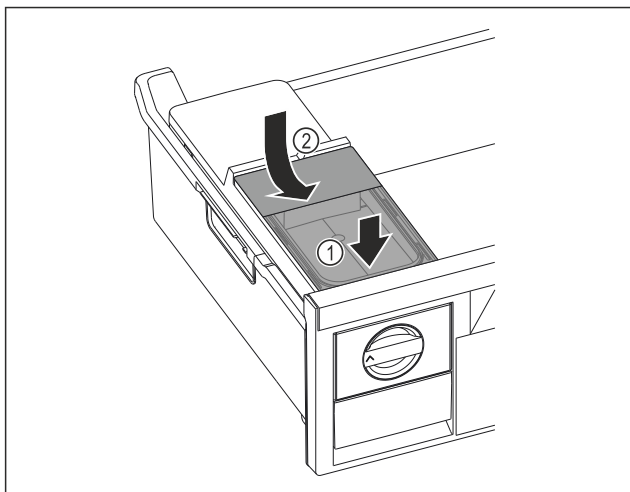

Fig. 98
- Nádržku na vodu nasadíte vpredu. Fig. 98 (1)
- Nádržka na vodu spustíte vzadu. Fig. 98 (2)